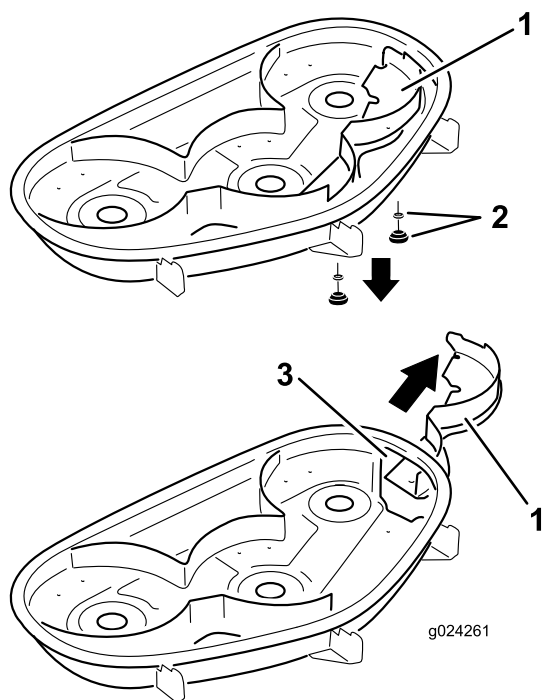

図 17
5. **図 16**と**図 17**に示すように、右側バッフルを外し、デフレクタを下げて排出口を覆う。
5. 図 16と図 17に示すように、右側バッフルをデッキの下から入れ、ノブ個と湾曲ワッシャ凹んでいる側をデッキに向けて固定する。